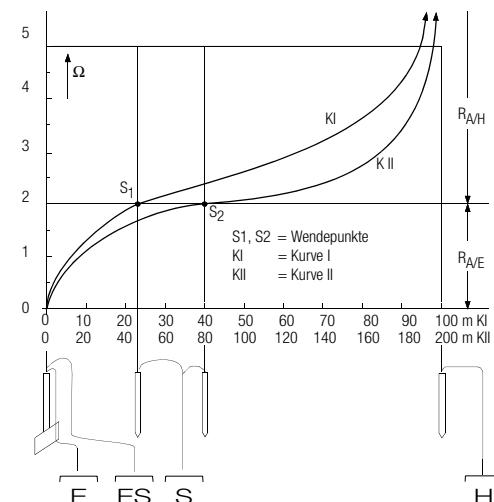

Bild 6 Messen des Erdungswiderstandes einer ausgedehnten Erdungsanlage
In diesem Fall verfahren Sie wie in Bild 6 Seite 17 dargestellt.
- Die gemessenen Widerstände werden tabellarisch und anschließend grafisch, wie in Bild 6 Seite 17 dargestellt aufgetragen (Kurve I).
Bei Widerstandskurven ohne ausgeprägten horizontalen Bereich sollte die Messung mit verändertem Standort des Hilfserders kontrolliert werden. Diese weitere Widerstandskurve ist mit geänderten Abszissen-Maßstab so in das erste Diagramm einzutragen, dass beide Hilfserderstandorte zusammenfallen. Mit dem Wendepunkt S2 kann der zuerst ermittelte Ausbreitungswiderstand kontrolliert werden (vgl. Bild 6 Seite 17).